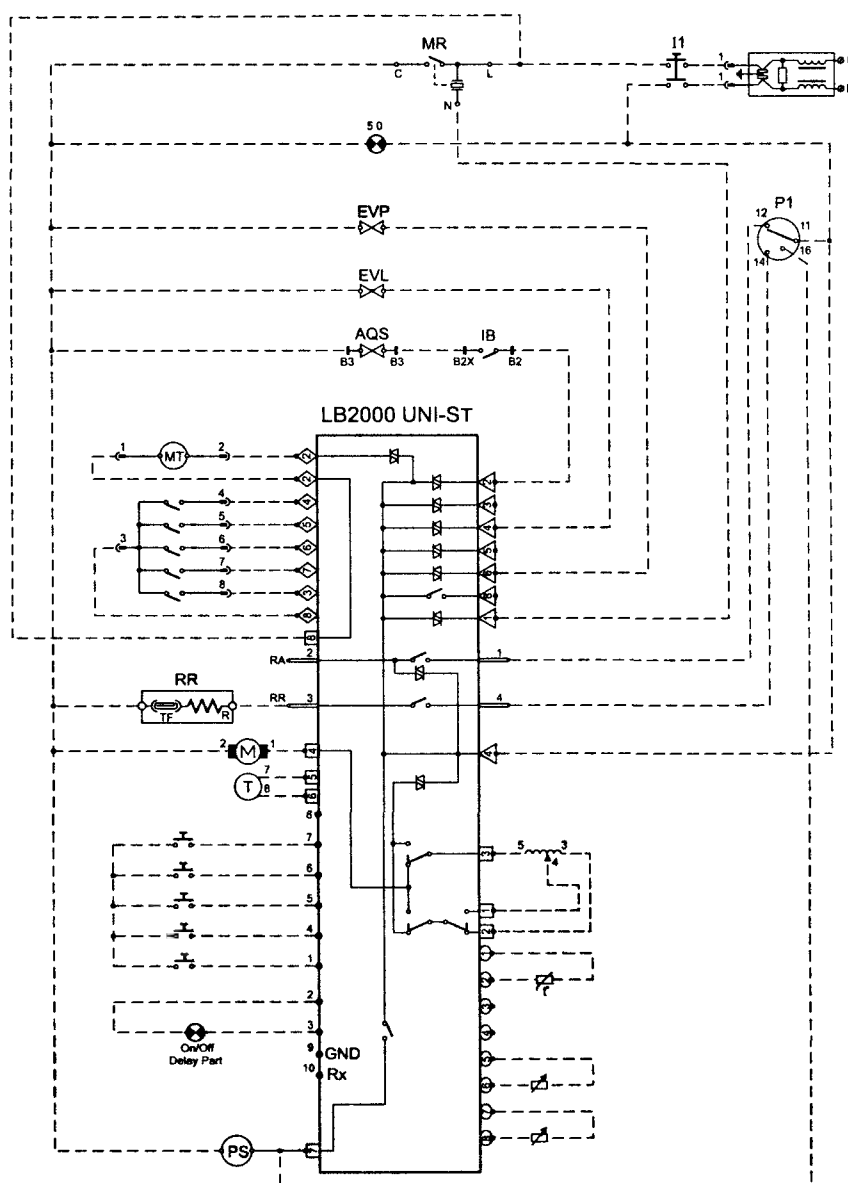

Рис. 3.2.3. Принципиальная электрическая схема СМ «Ariston AL68XIT»
На рис. 3.2.3 приведена принципиальная электрическая схема СМ «Ariston AL68XIT», на основе ЭМ LB2000.
- реле реверса и коммутации обмоток статора приводного мотора RL2-RL4, управляются с выв. 44, 46, 47 процессора через ключи в составе сборки ULN2003. Коммутация обмоток статора необходима для подключения дополнительной обмотки при переходе от стандартного режима стирки к режиму отжима (и наоборот). На рис. 3.2.3 показан вариант исполнения CM с двухобмоточным статором приводного мотора;
- с датчика контроля включения ТЭНа — этот сигнал поступает на выв. 39 процессора (см. рис. 3.2.3);